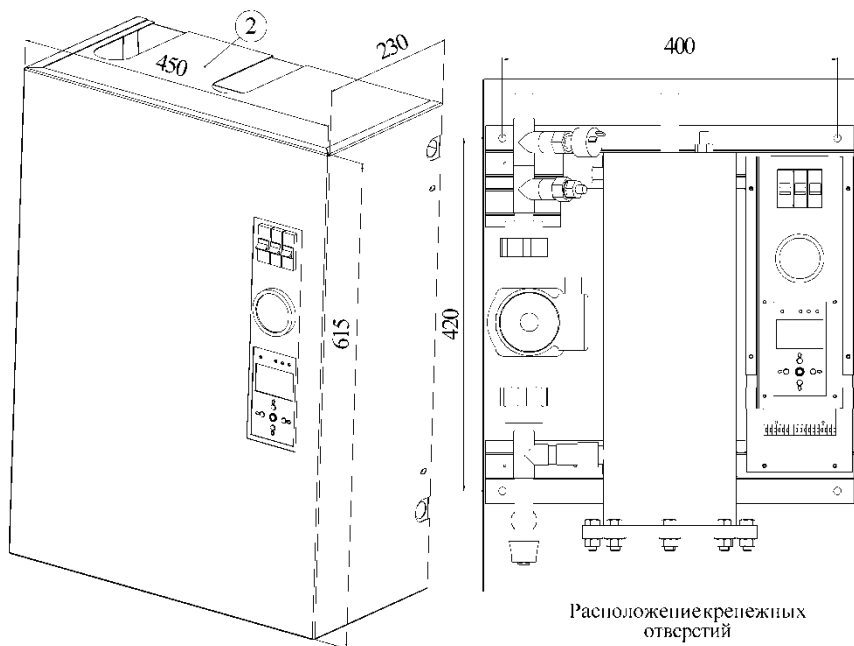

Рисунок 2. Общий вид водонагревателя «Star Lux»
6.1. Для подготовки водонагревателя электрического типа «Star Lux» /«Star Ultra» к работе, необходимо подсоединить его к отопительной системе, закрепив его на стене таким образом, чтобы в случае срабатывания клапана безопасности (поз.17 рис.2) теплоноситель мог свободно стекать вниз.
6.4. Подключение к сети 380В. Для электрического питания котла необходимо подключить три фазы к силовой колодке (поз.10 рис.2), соответственно к клеммам А, В, С и нейтраль к клемме N. Для подключения электронагревателя к электросети необходимо использовать кабель определенного сечения (см. таблица 1). Рекомендуется силовые кабели и кабели управления прокладывать отдельно, для этого в корпусе предусмотрены отдельные кабельные каналы (поз 4 и 5 рис. 2).
6.7. Заземлите водонагреватель. Контакт заземления (поз.11 рис.2), соедините медным гибким проводом, сечением не менее 2,5 мм² с заземляющей магистралью. Последовательное включение в заземляющую магистраль запрещается!